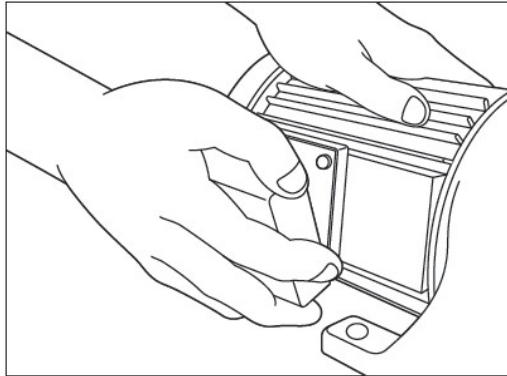

図18 樹脂製端子箱カバー脱着方法
③ 電源は、銘板に記載してあるものを必ずご使用ください。
④ 樹脂製端子箱カバーの脱着方法(図18参照)